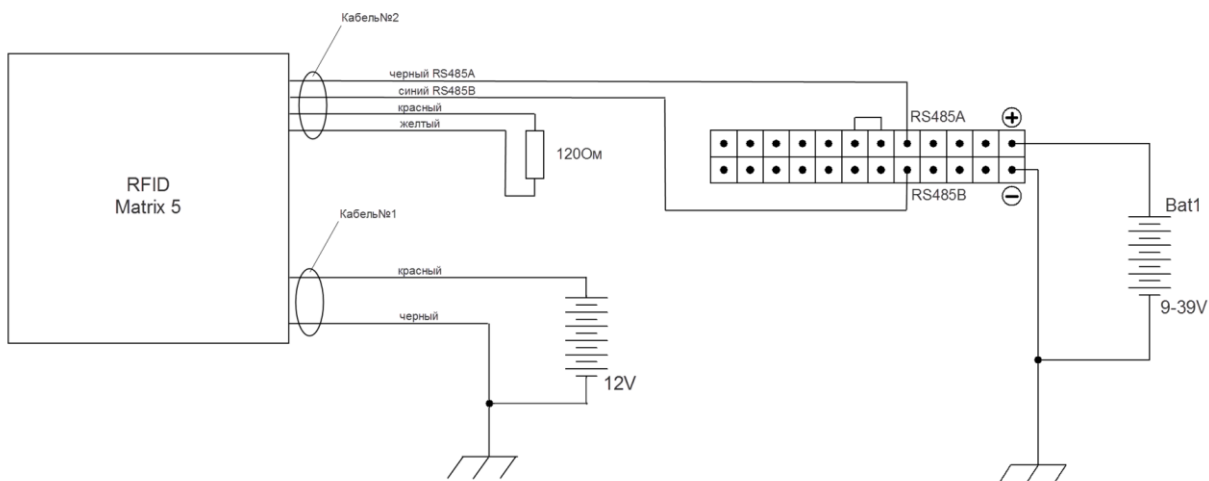

Рисунок 6. Схема подключения считывателя Matrix 5 для терминала v4.0
- к терминалу GalileoSky v4.0 подключение выполняется в соответствии со схемой Рисунок 6.